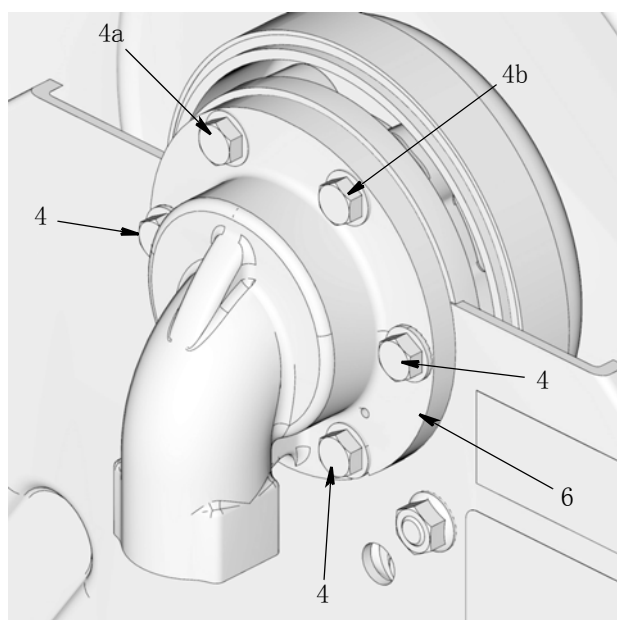

FIG. 3
关于下列步骤，请参见 FIG. 3。
1. 拧下螺栓 (4)。
2. 拧开转环 (6) 并将其旋至理想位置。
3. 首先如 FIG. 3 所示，安装顶部两枚螺栓 (4a 和 4b)。适当拧紧螺栓，使用所有零部件适当固定。
4. 然后安装其余的螺栓 (4)。先手动拧紧，然后用 25 至 35 ft. lbs (33.9 至 47.45 N•m) 的扭力拧紧螺栓。